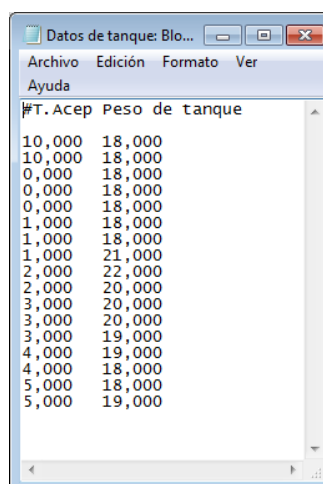

Figura 38: Archivo .txt de los datos de los pesos de tanques aceptados
- La figura 38 muestra el llenado del primer tanque, el “SENSOR DE PRESENCIA DE TANQUE” se encuentra en “ON”, es decir que hay un tanque que su peso está en el rango permitido por lo cual el indicador “ACEPTADO” esta energizado.